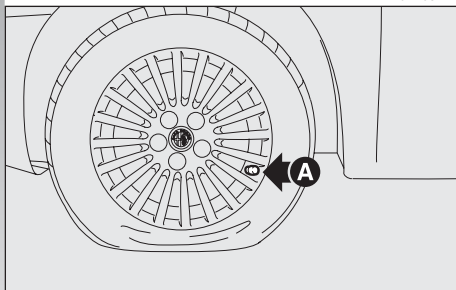

fig. 12
– posizionare la ruota per l'intervento con la valvola **A-fig. 12** rivolta come illustrato in figura dopodiché **azionare il freno a mano**, quindi estrarre il kit di riparazione rapida ed appoggiarlo sul terreno vicino alla ruota;